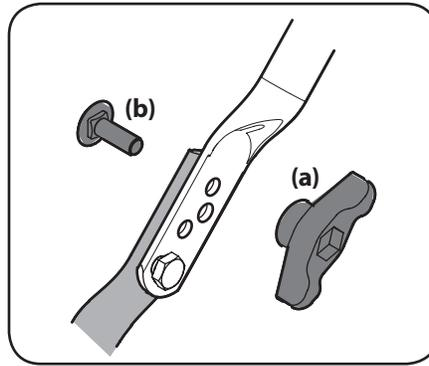

Figura 2-5
4. En los modelos con manija ajustable, ubique la manija en la posición deseada y luego instale las perillas de aletas (a) y los pernos de carro (b) en el orificio adecuado y sujete la manija. Consulte la Figura 2-5.